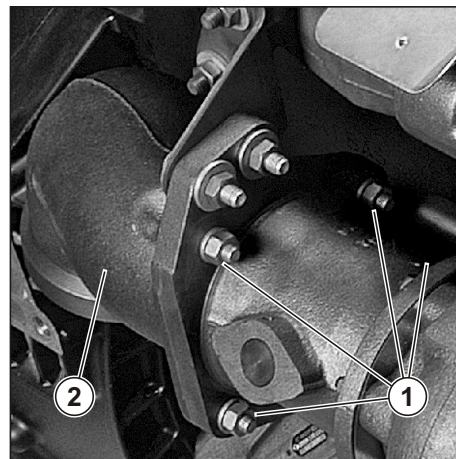

Рис. 14. Снятие патрубка выпускного.
1. Открутить гайки (1) крепления патрубка выпускного.
2. Снять патрубок выпускной (2) (650.1203142) и металлическую прокладку (650.1203165) (см. Рис. 14).